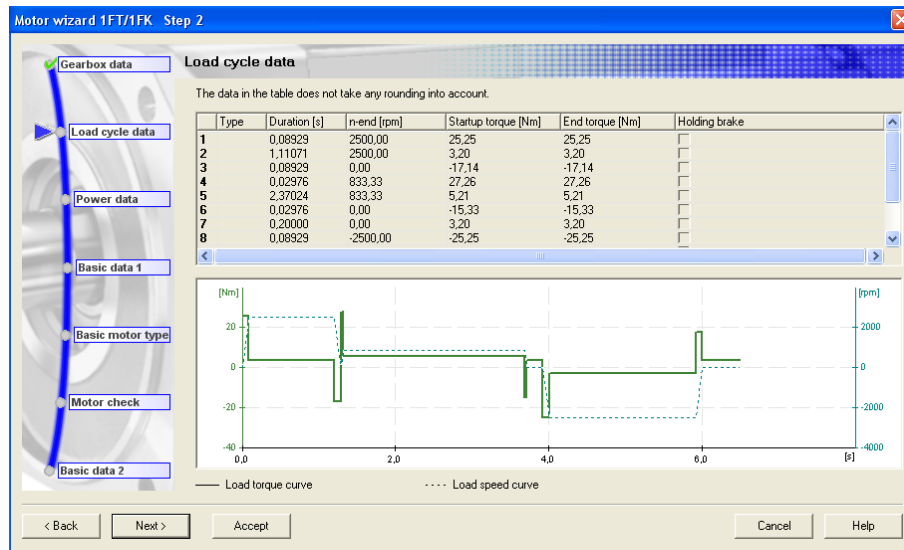

Figura 3.2.21 “Load cycle data”
Paso 2 *Load cycle data* (figura 3.2.21): en este paso se puede observar el ciclo de trabajo del sistema mecánico, en este caso, el del husillo a bolas de eje X (*Ball screw X*). Como este ya se ha configurado anteriormente, se revisará para comprobar que coincide y si es así se pulsa *Next*.